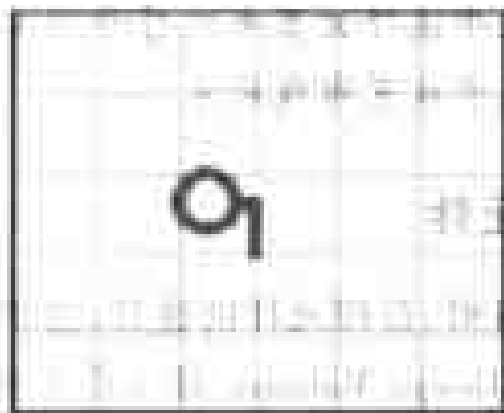

图 3-53 放置在图纸中的布线符号
(1) 选择 **View > Toolbars > Wiring Tools**,在工作窗口显示 **Wiring Tools** 工具栏,在工具栏中单击  按钮,选择放置布线符号的工具。
(2) 此时鼠标箭头变为十字光标,并带有一个红色的布线符号。在图纸中移动十字光标,在适当的位置单击,放置一个布线符号,如图 3-53 所示。